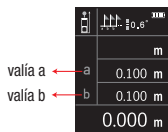

Fig. 9
- Mantenga presionado el botón  que muestra el dispositivo como fig. 9